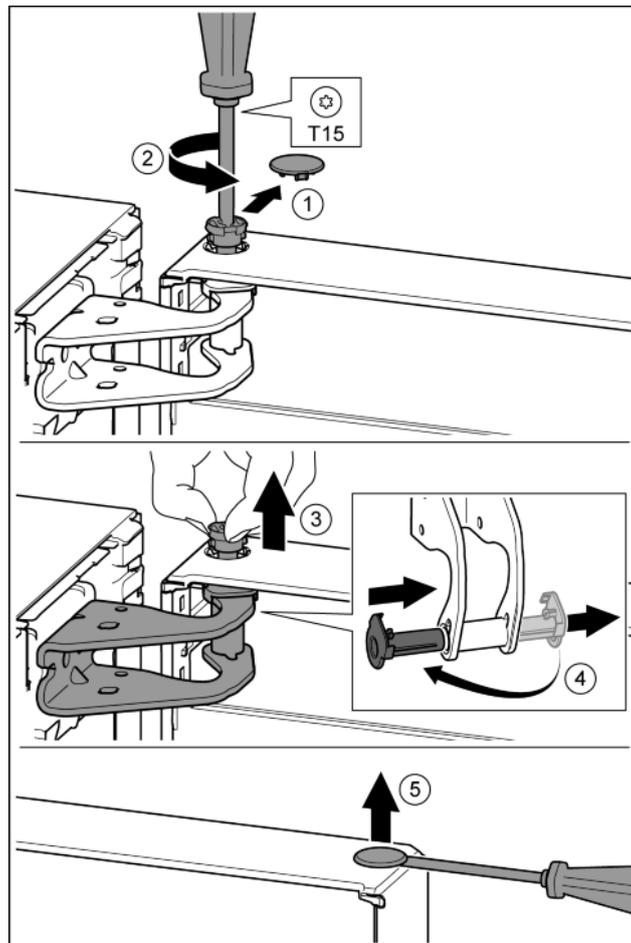

Fig. 12
- ▶ Осторожно снять предохранительную крышку. Fig. 12 (1)
- ▶ Немного выкрутить палец отвёрткой T15. Fig. 12 (2)
- ▶ Удерживать дверь и вытянуть палец рукой. Fig. 12 (3)
- ▶ Опорную втулку вывести из направляющей. Установить и зафиксировать с другой стороны. Fig. 12 (4)
- ▶ Осторожно приподнять шлицевой отвёрткой заглушку из опорной втулки двери и вынуть. Fig. 12 (5)